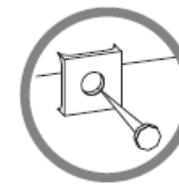
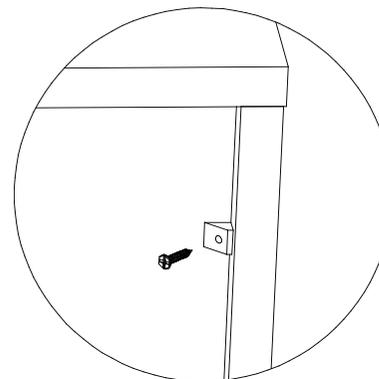

Рис.9 Схема установки скрепки для ДВП
Рис.12 Схема установки фиксатора для ДВПО
8. Закрепить задние стенки ДВПО поз. 12 фиксаторами для ДВПО и шурупами 3x16. (рис.12) В местах соединения задних стенок использовать скрепку для ДВПО (рис.9).